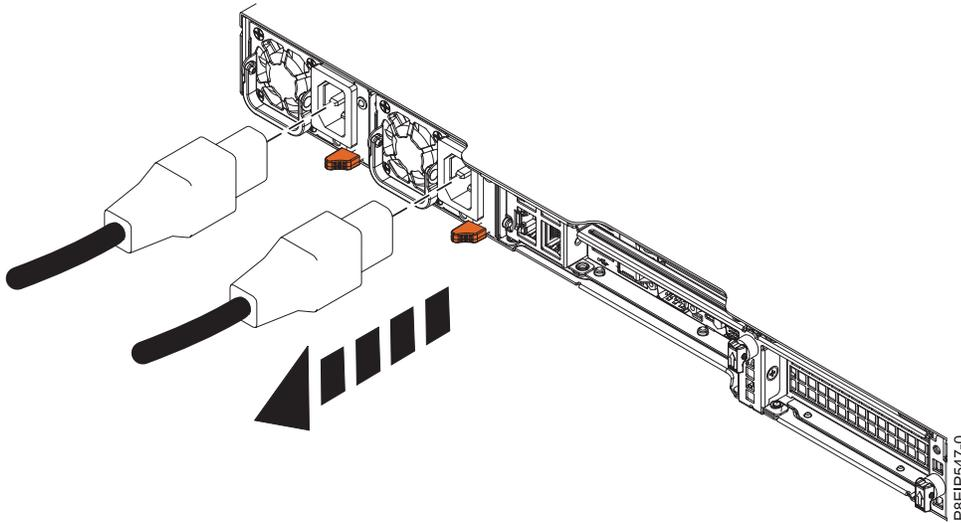

Abbildung 101. Netzkabel vom System abziehen
2. Kennzeichnen Sie die Netzkabel und ziehen Sie sie von der Systemeinheit ab (siehe Abb. 101 auf Seite 100).